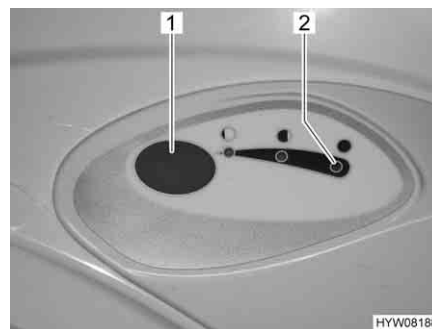

Bild 175 Spülknopf/Kontroll-Leuchte Thetford-Toilette
- Zum Spülen den blauen Spülknopf (Bild 175,1) drücken.
Die Kontroll-Leuchte (Bild 175,2) leuchtet, wenn der Fäkalientank entleert werden muss.